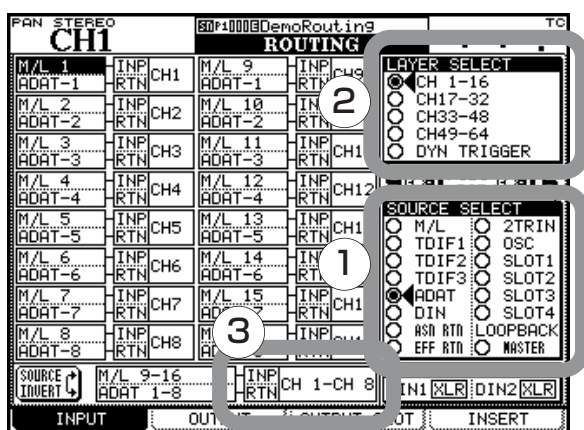

図 4.1：入力のルーティング
- 1 POD4つまみを使って、入力ソースグループを選択します（図 4.1 内の“1”参照）。
- 2 POD3つまみを使って、入力ソースのルーティング先レイヤーを選択します（図 4.1 内の“2”参照）。
8チャンネルの一括ルーティングを行なうには、画面下部の一括ルーティング設定部を使います。右側（図4.1内の“3”参照）のフィールドがルーティング先フィールド、左側のフィールドが入力ソース選択フィールドです。